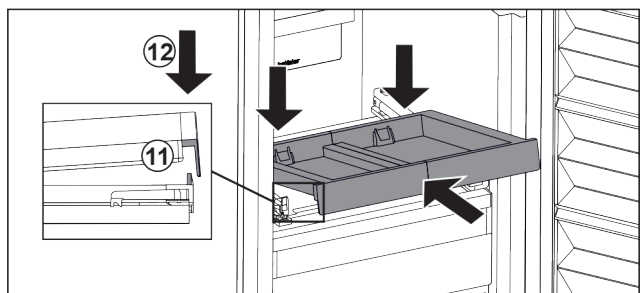

Fig. 108
- ▶ Työnnä sisään vinossa asennossa. Varmista samalla, että pysäytinvaste on molemmilla puolilla kielekkeiden takana. Fig. 108 (11)
- ▶ Laske vetotaso edestä alas. Fig. 108 (12)